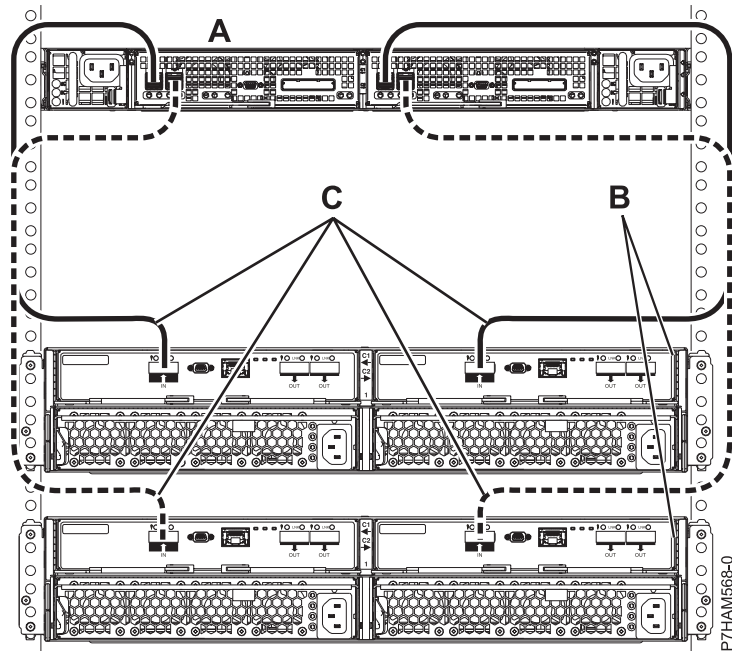

Figure 34. Connexion de mode 1 de deux boîtiers d'unité de disque 58/87 en utilisant des câbles EX reliés à un boîtier de stockage PCIe
- n. Effectuez la connexion de mode 1 de deux boîtiers d'unité de disque 58/87 (B) en utilisant des câbles EX (C) reliés à un boîtier de stockage PCIe avec prise en charge de tiroirs de disque SAS (A), comme illustré dans figure 34, à la page 33.
- Chaque adaptateur interne du boîtier de stockage PCIe (A) peut accéder à l'autre adaptateur et à toutes les baies d'unité de disque.
- Les deux câbles EX (C) d'un même boîtier d'unité de disque 58/87 doivent être reliés au même port SAS numéroté sur le boîtier de stockage PCIe, comme illustré dans figure 34, à la page 33.